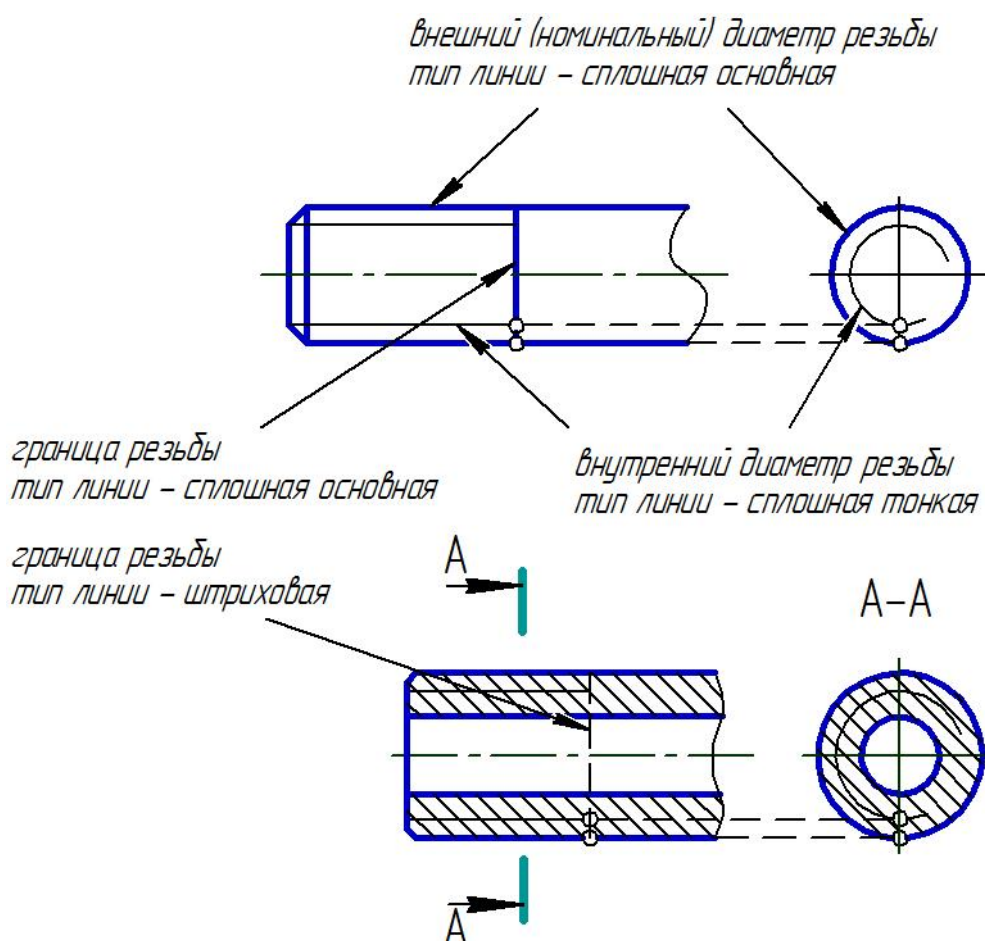

Рис. 3.4. Изображение внешней резьбы
**Внешняя резьба** на чертеже по внешнему диаметру стержня изображается сплошными основными линиями и сплошными тонкими линиями – по внутреннему диаметру (рис. 3.4). На изображениях торца стержня или поперечных сечениях по внутреннему диаметру резьбы проводится тонкой линией дуга  $\frac{3}{4}$  окружности.